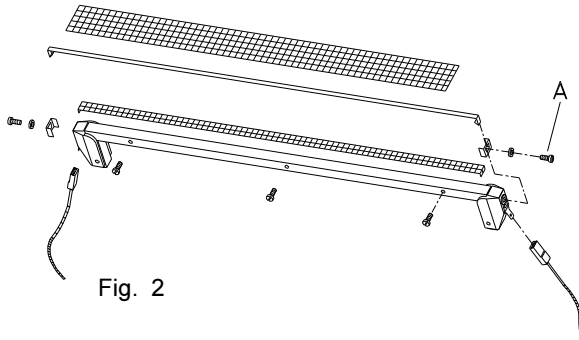

Fig. 2
6. Quando la copertura di PTFE della barra saldante si è usurata o la resistenza si è bruciata, devono essere sostituite. Svitare le quattro viti della barra saldante ed estrarla dalla macchina dopo aver staccato le due prese lamellari all'estremità della stessa. Rimuovere ora il vecchio PTFE e sostituirlo con uno nuovo. Nel caso la resistenza si sia bruciata, toglierla svitando le due viti (fig. 2, A). Controllare in questo caso anche il PTFE adesivo sottoresistenza. Se risulta danneggiato, toglierlo e sostituirlo con uno nuovo, dopo aver pulito la barra saldante. Montare ora la nuova resistenza e fissarla mediante le due viti (fig. 2, A).
6. Quando a cobertura de tela de "PTFE" ou a resistência na barra de soldagem estiverem danificadas deverão ser substituídas. Desaperte os parafusos e retire de soldagem da máquina. Desmonte as duas peças onde liga a resistência desligando a barra de soldagem da máquina. Substitua a tela velha danificada. Se a resistência estiver também inutilizada desaperte os parafusos fixação e proceda também à sua substituição (Fig. 2, A). Substitua também a tela de "PTFE" adesiva que esta por baixo da resistência, depois de limpar a barra.
**ATENÇÃO:** A resistência deve ficar bem esticada com os parafusos respectivos (Fig. 2, A) e nunca entrar em contacto com a barra de soldagem. Depois coloque a nova tela de "PTFE" cobrindo a resistência na barra de soldagem já reparada e aperte os parafusos de fixação.
6. Når PTFE'en som ligger over svejsetråden (overPTFE) er brændt (brun) eller svejsetråden er beskadiget skal denne (disse) skiftes. Løsn de 4 skruer på siden af svejsebarren og løsn de 2 ledninger for enden af svejsebarren og fjern så svejsebarren fra maskinen. Fjern den gamle PTFE. Er der behov for at udskifte svejsetråden, så løsn de to skruer (fig. 2, A). Ved udskiftning af svejsetråden bør PTFE'en som ligger under svejsetråden (underPTFE) også udskiftes. Svejsebarren skal rengøres, for at den selvklæbende underPTFE kan limes til svejsebarren. Monter nu den nye svejsetråd og fastgør denne med de to skruer (fig. 2, A)
Lossa de fyra skruvarna på svetsbacken och lyft ut backen från kontakt med svetsbacken. Riv nu loss PTFEväven och kolla därefter om svetsbandet är bränt. Om så är fallet lossas båda skruvarna (fig. 2, A) och svetsbandet samt det underliggande PTFEet tas bort och metallbacken rengöres.
Sätt på ny PTFEväv (undere) och fäst det nya svetsbandet enligt (fig. 2, A).
6. Når PTFEduken over sveiseelementet blir brent eller slitt og/eller hetebåndet er brent, må det skiftes: De fire skruene i sveiseelementet skrues ut og sveiseelementet kan nå løftes opp. Ledningene i hver ende av sveiseelementet koples fra. Den gamle PTFEduken fjernes. Dersom hetebåndet er brent, fjernes denne ved å skru løs de to festeskruene (fig. 2, A). Ta deretter bort PTFEduken som ligger under hetebåndet. Rengjør sveisebakken og kleb ny PTFEduk under hetebånd. Nytt hetebånd skrues fast (fig. 2, A).